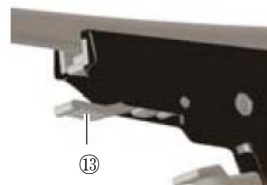

図 8
7. ロッキングレバー⑬の使用法
- ** 術中、シース⑥の骨くずを除去する際、安全のため骨パンチが作動しないようにする（図 8）。
- (1) ロッキングレバー⑬を押し、スライド部②が作動しないようにする。
(2) 骨くずを除去する。
(3) ロッキングレバー⑬を解除する。スライド部②が作動する状態に戻る。